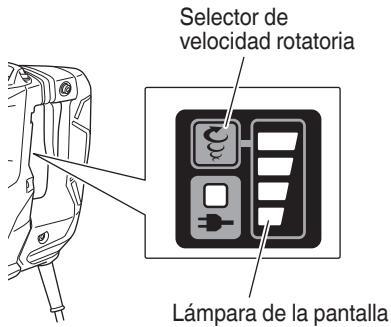

Fig. 4
**8. Regulación de número de rotaciones e martilleo (Fig. 4)**